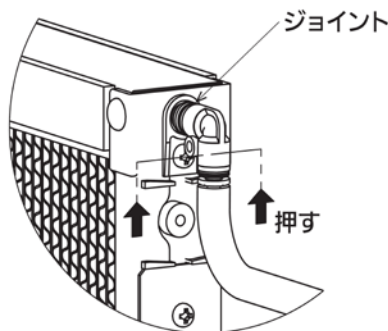
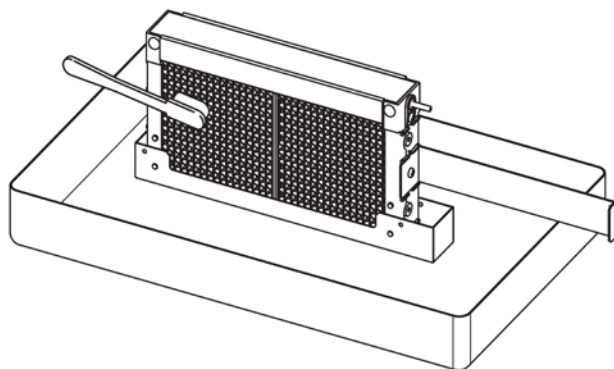

図 3
図 4
- ③ ジョイントをはずして加湿エレメントを取りはずしてください。(図 3)
- ④ 加湿エレメントが十分に入る大きさの容器を用意し、容器に水またはぬるま湯を入れたうえで市販の中性洗剤を溶かしてください。
- ⑤ 洗浄液に加湿エレメントを浸し、柔らかいブラシ等で加湿部表面の汚れを取ってください。(図 4)
- ⑥ 十分に水洗いをした後、水気を落とした上で、取りはずしと逆の手順で加湿エレメントを組み付け、加湿器を室内ユニットに取り付けてください。